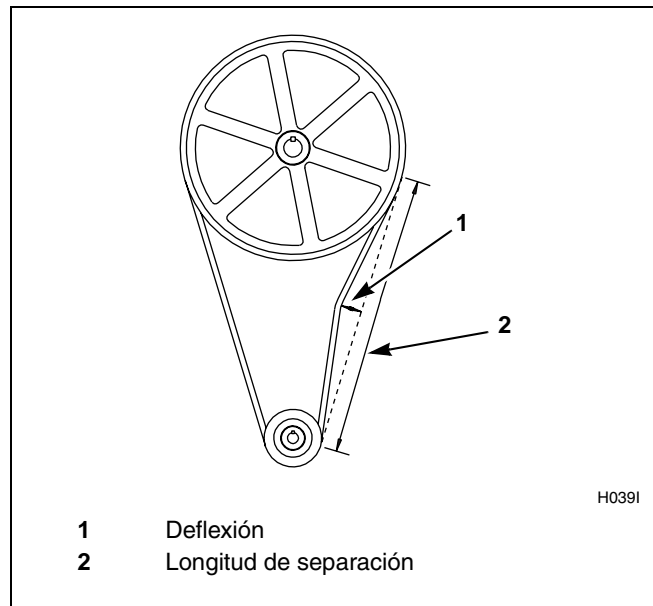

Figura 16
d. Para los modelos de velocidad variable **solamente**, verifique que las correas trapeciales estén bien tensas ejerciendo una fuerza fija en la correa y midiendo la flecha para determinar la tensión de la misma. Consulte en la *Tabla 4* las gamas de tensión aceptables de la correa. Se deben medir las tensiones de la correa tan cerca del centro de la longitud de separación de la correa como sea posible. Consulte la *Figura 16*.